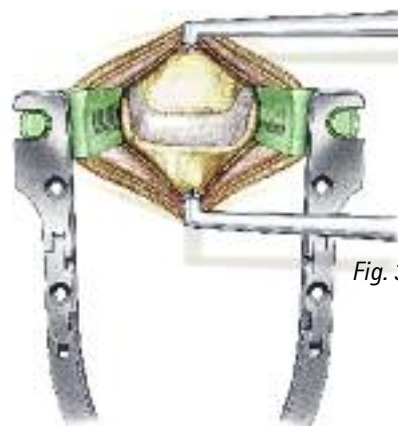

Fig. 3
- Os parafusos para distração são colocados em posição e o distrator CASPAR é aplicado em seguida à técnica CASPAR (Fig. 3).